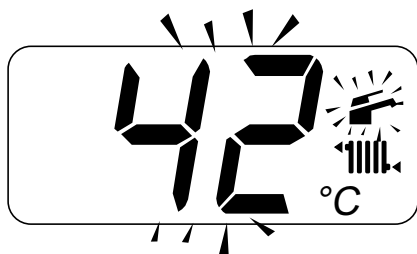

Figura 2.11
- il valore di "set" dell'acqua calda sanitaria ed il simbolo  lampeggiano. Il fondo del display appare illuminato (Figura 2.11).